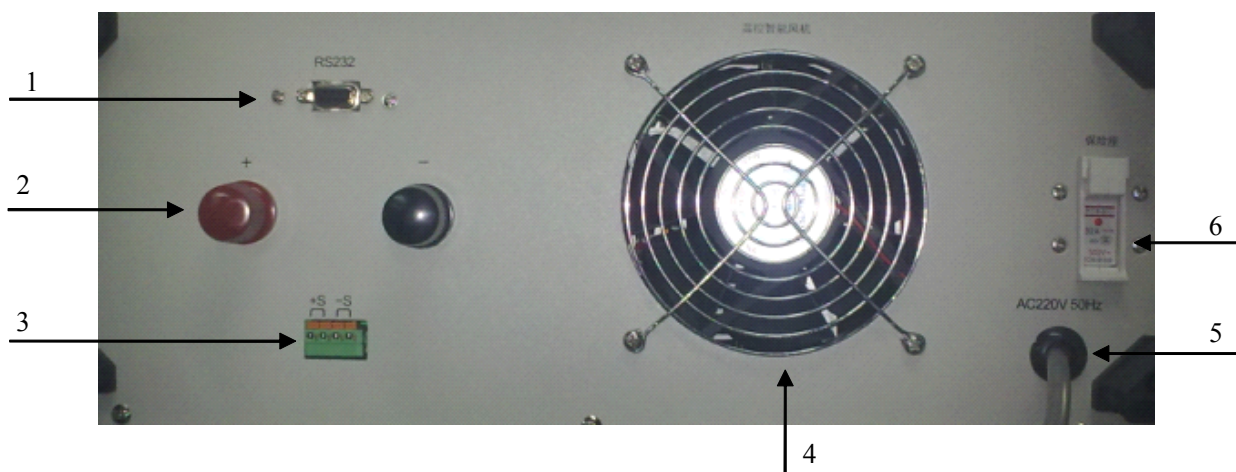

图 2.3 输出端
2.2.1 DH1716A 电源的后面板输出端如图 2.3 所示：